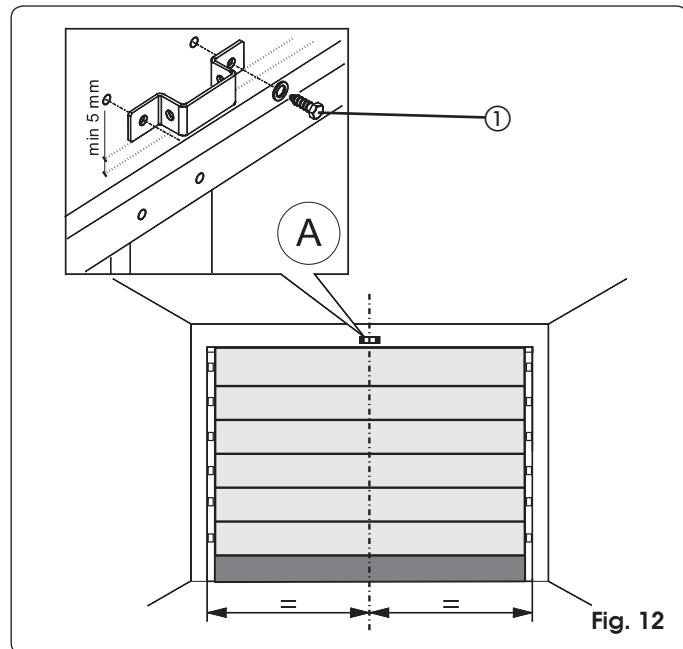

Fig. 12
- 1) Trek een streep op de latei ter hoogte van de verticale middellijn van de deur (Fig 12).
- 3) Zet de bevestigingsbeugel van de bevestiging aan de voorkant met de onderste rand minstens 5 mm boven het kruispunt van de strepen en gecentreerd op de verticale streep (Fig. 12). Zie ook paragraaf 7.2 voor de correcte plaatsing van de beugel ten opzichte van het bevestigingspunt op de deur.
- 5) Boor vervolgens de gaten en monteer de bevestigingspunten met behulp van de schroeven (ref. ① Fig. 12) NIET bijgeleverd.